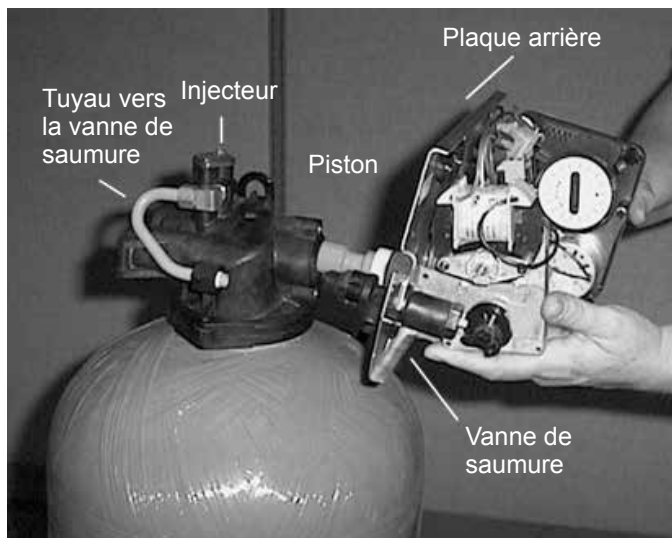

Figure 6
5. Saisissez la plaque arrière des deux côtés et tirez doucement l'ensemble piston et bouchon d'extrémité hors du corps de la vanne (voir la « Figure 6 »), puis mettez-les de côté.